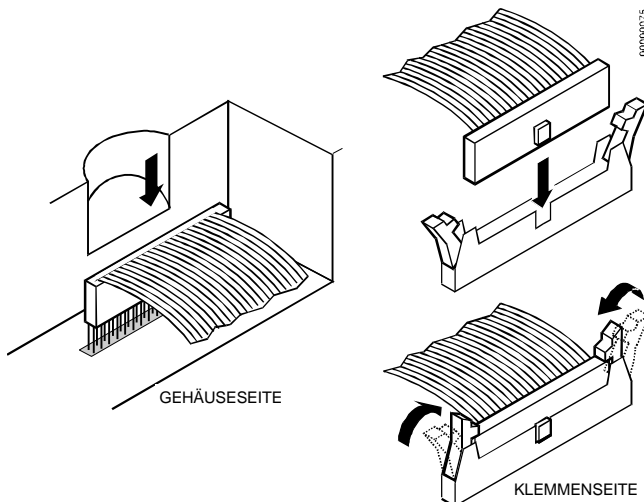

Abb. 40 Aufstecken der Flachbandkabel
- Stecken Sie die Flachbandkabel auf die Stecksockel der Klemmenblöcke und des Gehäuses, wie in Abb. 40 gezeigt.